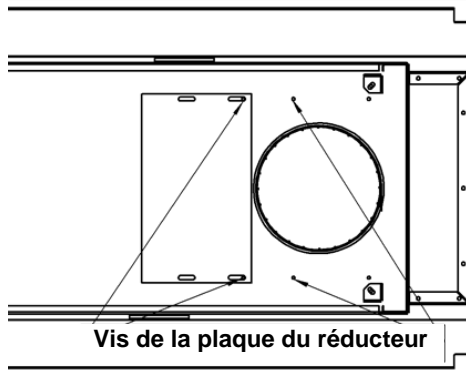

Fig.1
1. Enlevez les 2 vis DT du réducteur de carneau. Enlevez aussi les 2 vis devant le carneau. (Fig.1)